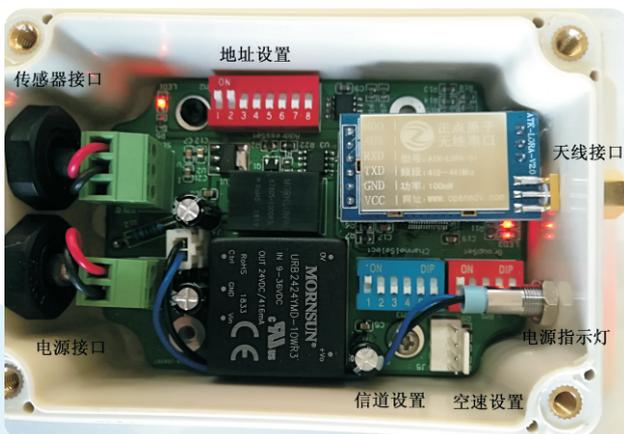
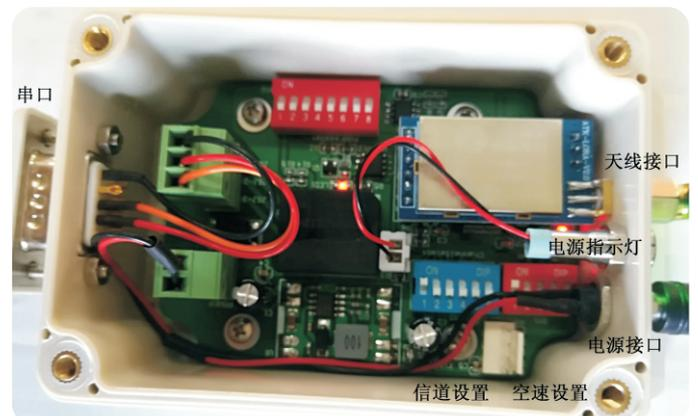

图1 发射机内部构成示意图
图2 接收机内部构成示意图
1. 发射机各接口、地址设置、信道设置、空速设置位置见图1所示。 2. 接收机各接口、信道设置、空速设置位置见图2所示。